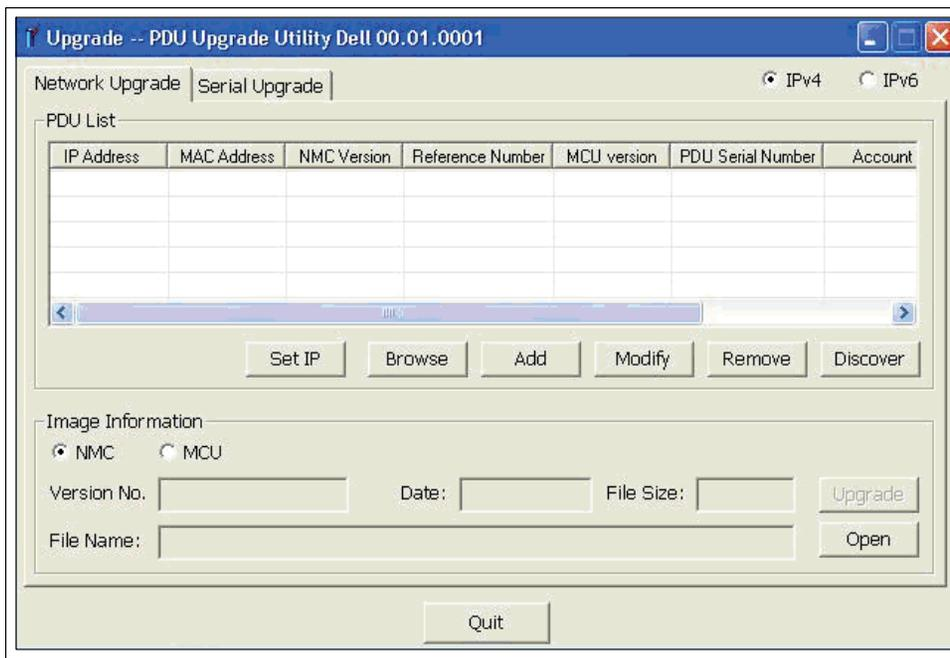

Figure 5. Sélection des adresses IPv4 ou IPv6
- 3 Sélectionnez la case d'option **IPv4** ou **IPv6** pour indiquer la version des adresses IP que vous souhaitez récupérer (voir Figure 5).